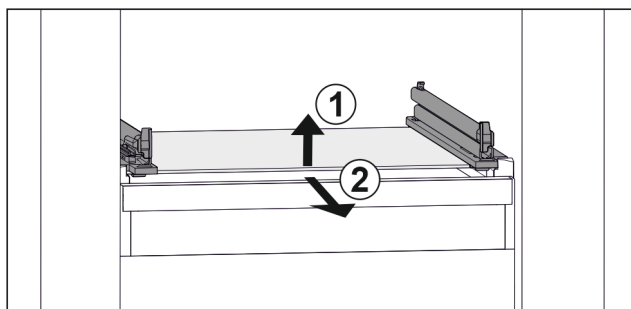

Fig. 140 Eksempel på fremstilling av glassplaten
- ▶ Løft opp glassplaten foran. Fig. 140 (1)
- ▶ Ta ut glassplaten fremover. Fig. 140 (2)